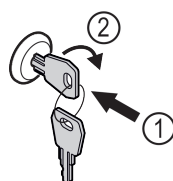

Fig. 120 Immagine a titolo di esempio
- Inserire la chiave Fig. 120 (1).
- Ruotare la chiave di 90° in senso orario Fig. 120 (2).